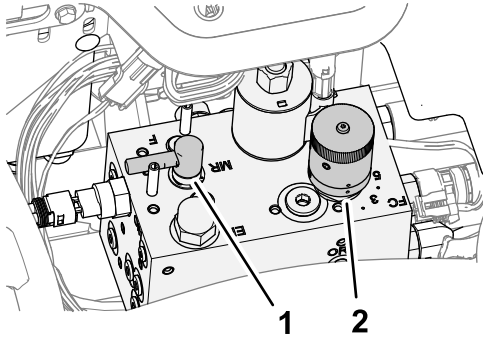

Bild 95
3. Drehen Sie den Läpphebel in die F-Stellung (Bild 95).